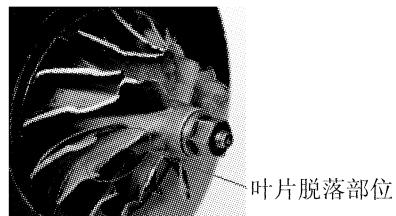

图 5 某叶片脱落的压气机叶轮
(2) 叶轮超速产生的离心应力增大、倍频比降低，导致叶片疲劳断裂，见图 5；
(3) 外加激振频率和叶片的固有频率相等引起共振，导致叶片疲劳断裂。